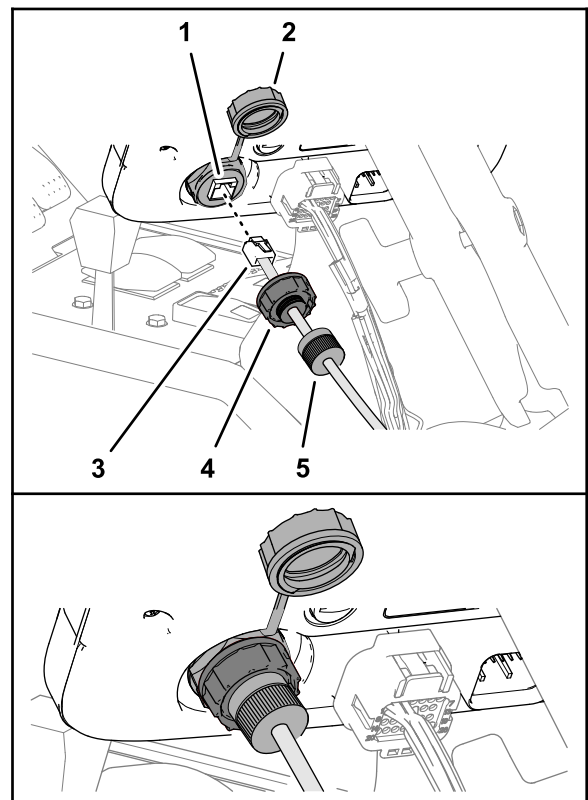

Figure 158
2. À l'avant de l'écran du pulvérisateur, retirez le capuchon de l'orifice RJ45 (Figure 158).
3. Branchez le connecteur RJ45 du faisceau de données du modem étiqueté X-CONSOLE dans l'orifice RJ45 de l'écran du pulvérisateur (Figure 158).
4. Placez l'écrou d'étanchéité sur l'orifice RJ45 de l'écran et serrez l'écrou (Figure 158).
5. Placez l'écrou de compression sur l'écrou d'étanchéité de l'orifice et serrez l'écrou de compression (Figure 158).